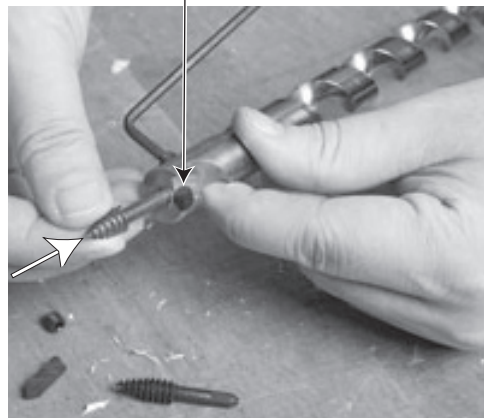
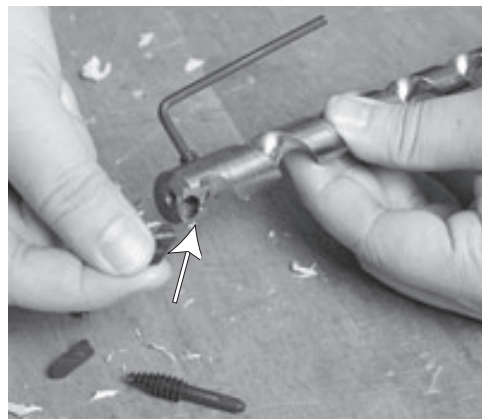

Fig. 3
Fig. 2
2. Reassemble the new parts in reverse order, placing the cutting edge insert in first (Fig. 2) and then the feed screw (Fig. 3).
2. Remonter les pièces neuves dans l'ordre inverse, en plaçant l'insert de tranchant d'abord (Fig. 2) puis la vis d'avance (Fig. 3).